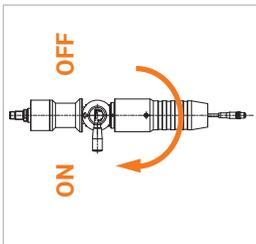

Abbildung 11
- ▶ Drehen Sie den Betätigungshebel (Pos. 3) der Füllkupplung vollständig um 180° in die ON-Position (Abbildung 11).